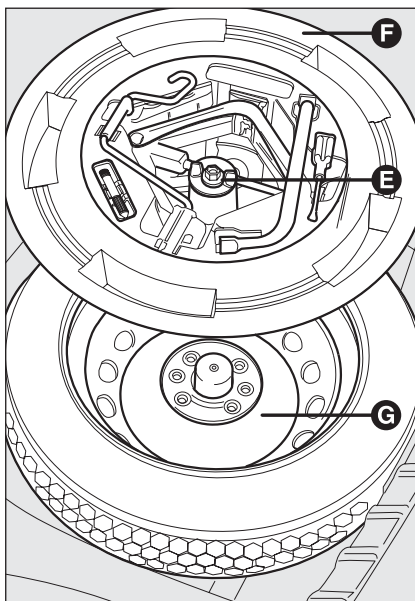

fig. 3
- ☐ svitare il dispositivo di bloccaggio **E**-fig. 3;
- ☐ per versioni dotate di ruotino di scorta occorre invece svitare il dispositivo di bloccaggio **E**-fig. 3, prelevare il contenitore attrezzi **F**, portarlo vicino alla ruota da sostituire e successivamente prelevare il ruotino di scorta **G**;